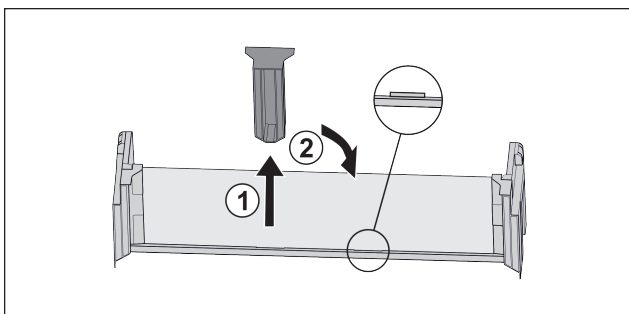

Fig. 114
- ▶ Skinite srednji pridržni dio Fig. 114 (1).
- ▶ Umetnite srednji pridržni dio na drugom položaj Fig. 114 (2).